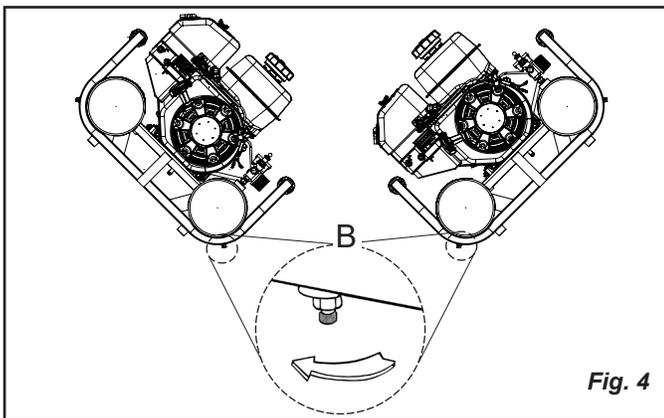

Fig. 4
3. Mueva la palanca de la válvula del descargador a la posición empezan (vea **Fig. 4**).